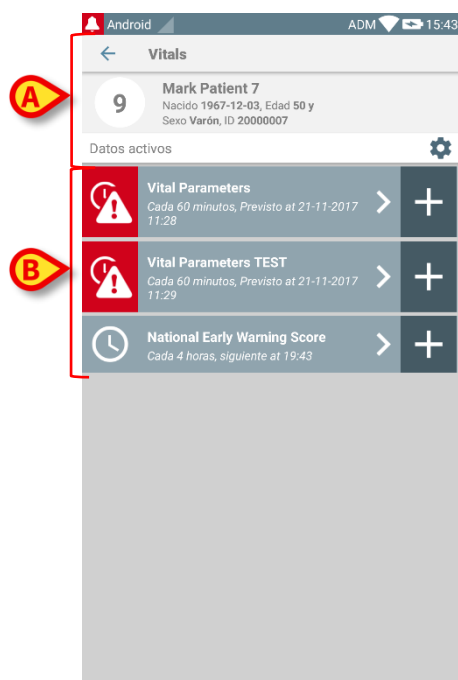

Fig 46
- Tocar un recuadro para acceder a la lista de grupos de datos habilitados para el paciente correspondiente (Fig 46).
La pantalla que presenta la lista de grupos de datos está formada por dos áreas: un área de encabezado (Fig 46 **A**) y la lista de grupos de datos (Fig 46 **B**).